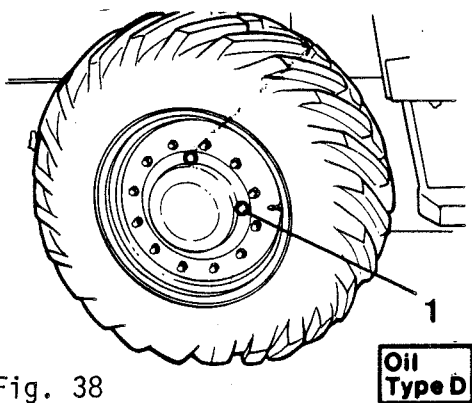

Fig. 38
- 4 Spostare il rullo in modo che il tappo assuma la posizione riempimento, vedere fig. 38.